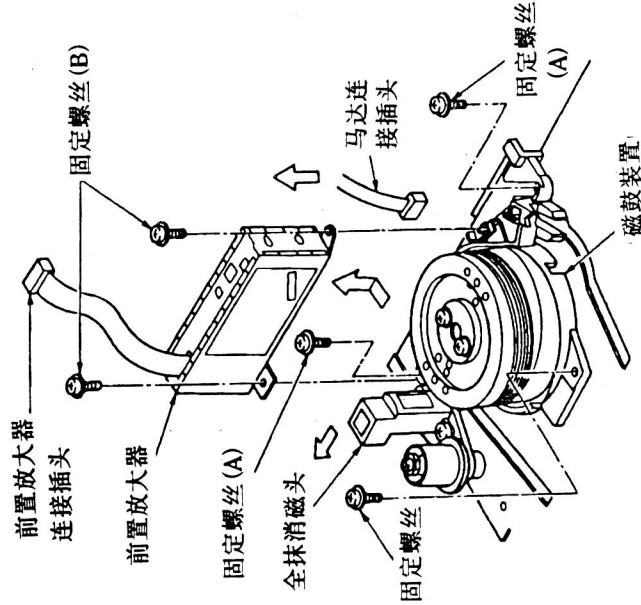

图32
- 步骤: ①分别从装置旁和磁鼓旁拔下前置放大器连接插头和马达连接插头;
②旋下3个磁鼓固定螺丝(A), 如图32所示;
③卸下带前置放大器的磁鼓装置, 如箭头所示方向推动全抹消磁头, 并卸下之;
④旋下2个前置放大器固定螺丝(B), 从电路板上取下前置放大器;
⑤按上述相反步骤重新安装新磁鼓, 注意不要直接接触视频磁头和损伤磁鼓表面;
⑥安装完毕后, 须进行磁带行走系统的检查和调整。